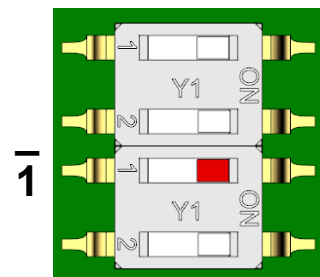

Abb. 5: 2-Drahtbetrieb
- ▶ Schieben Sie den DIP-Schalter 1 in die Position **ON** (Abb. 5).